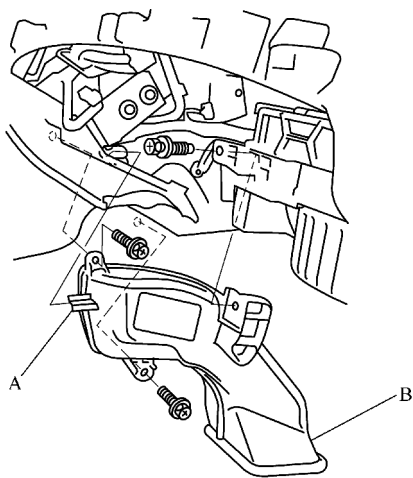

图 19-11 拆下乘客侧加热器管
- 4) 从线束夹 A 上松开线束, 然后拆下自攻螺钉和乘客侧加热器管 B, 如图 19-11 所示。